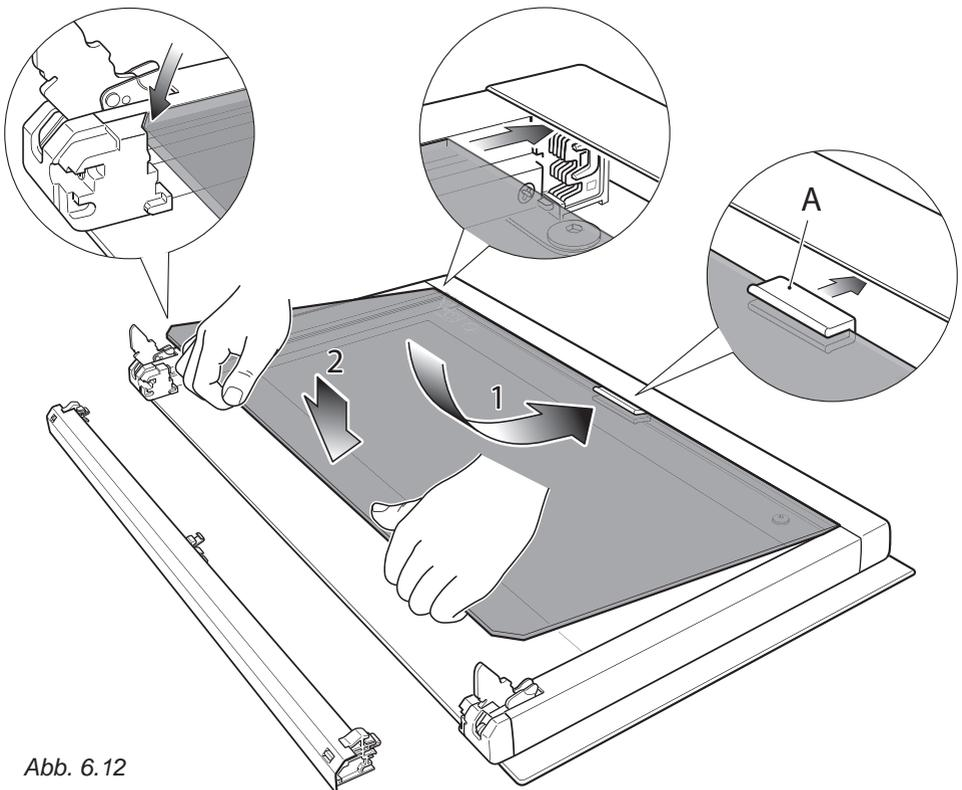

Abb. 6.12
- Prüfen Sie, ob die Dichtung "A" vorhanden ist (Abb. 6.12). Ist dies nicht der Fall muss die Dichtung an der Oberkante der inneren Glasscheibe (in der Mitte) richtig positioniert werden.
1. Schieben Sie die innere Glasscheibe in die oberste Nut und drücken Sie vorsichtig darauf (Pfeil 1 in Abb. 6.12).
2. Senken Sie sie vorsichtig in ihre Position (Pfeil 2 in Abb. 6.12).